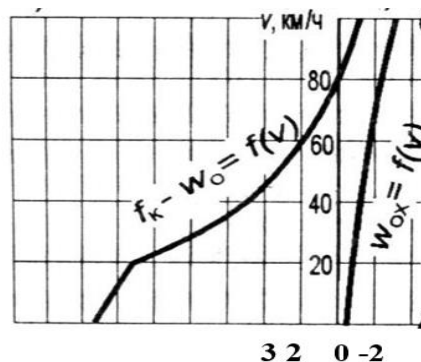

Рис. 2
5. Определить равнодействующую всех сил в режиме тяги при движении по уклону  $i = 3 \text{ ‰}$  на кривой  $R = 700 \text{ м}$  при скорости  $v = 60 \text{ км/час}$  (рис. 2).